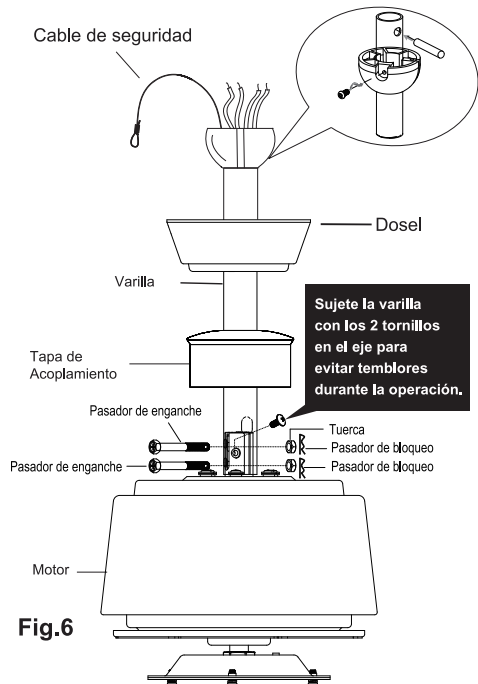

Fig.6
Paso 3. Pase los cables y el cable de seguridad que salen de la parte superior del motor del ventilador a través de la cubierta, el dosel y luego a través de la varilla de bola. (Fig.6)